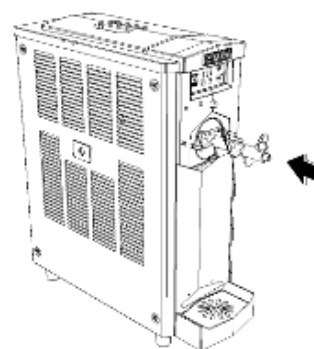

Fig. 16
- Una volta assemblato, inserire con cura il gruppo di miscelazione nel cilindro accertandosi che il codolo posteriore si incastrerà perfettamente nella propria sede all'interno del cilindro (Fig. 16).